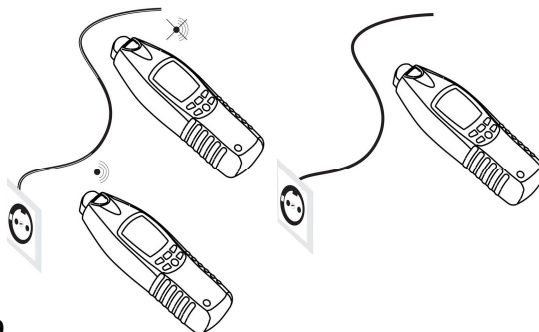

figure 19
- Connectez l'émetteur comme illustré sur la figure 19.
Le test s'effectue comme sur la Figure 19.